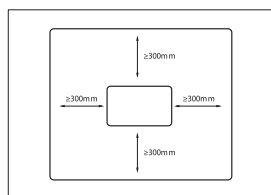

Рис.3
- При выборе места установки конвектора на стене, руководствуйтесь рекомендуемыми расстояниями от конвектора до предметов (рис. 3), электрическая розетка должна нахо-